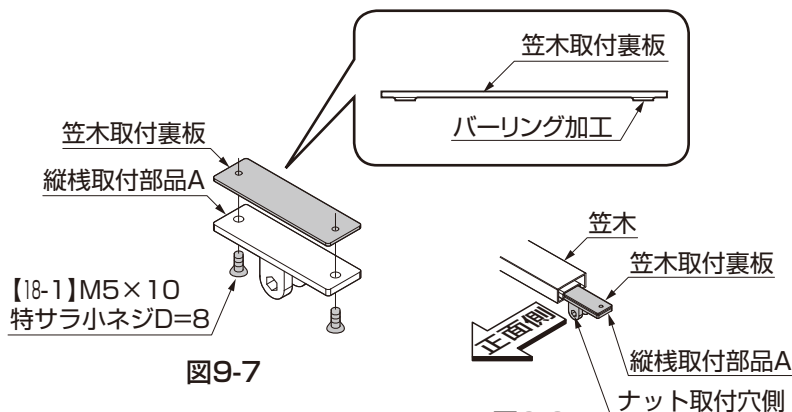

図9-8
- ② 笠木に仮組みした縦棧取付部品Aを差し込んでください。(図9-8参照)